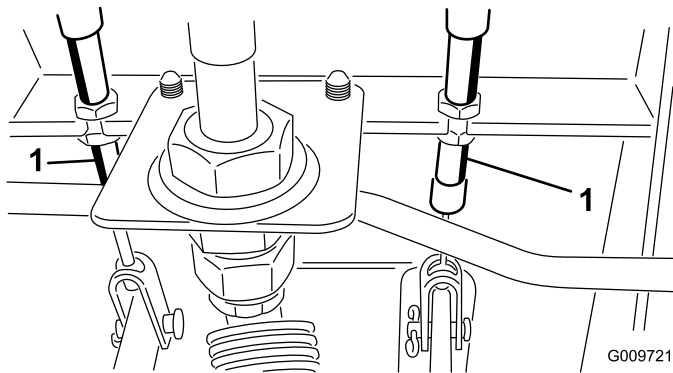

図 79
- A. ブレーキケーブル（図 79）の端にある前ナットをゆるめる。